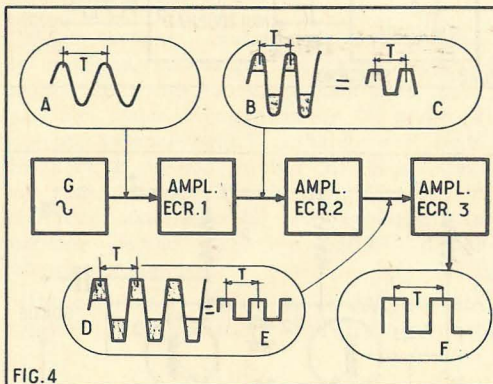

FIG. 4
On peut, ainsi, partir d'un signal sinusoidal et le transformer en signal rectangulaire comme le montre la figure 4 : G est un générateur de tensions sinusoidales. La tension de forme (A) est amplifiée par un amplificateur écrêteur qui ne laisse passer que les parties moyennes des alternances en coupant les pointes représentées par les surfaces hachurées (signal B). Le signal restant est donc le signal trapézoïdal C. Celui-ci est à nouveau amplifié et écrété par l'amplificateur-écrêteur 2 qui donne à la sortie, le signal (D), la partie restante étant (E) qui est à nouveau amplifiée pour obtenir un signal presque rectangulaire comme (F). L'avantage de ce dispositif est que l'on peut disposer en même temps d'un signal sinusoidal et d'un signal rectangulaire. Ces deux signaux sont, évidemment, parfaitement synchronisés et sont interchangeables dans une utilisation quelconque au point de vue de la fréquence.